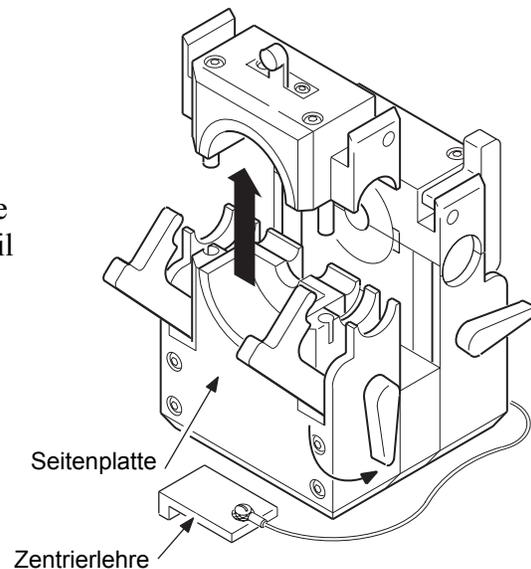

Abbildung 22 Entfernen des Oberteils der Seitenplatte
3. Entfernen Sie das Oberteil der beiden Seitenplatten CWS-5FSP2. Siehe Abbildung 22.